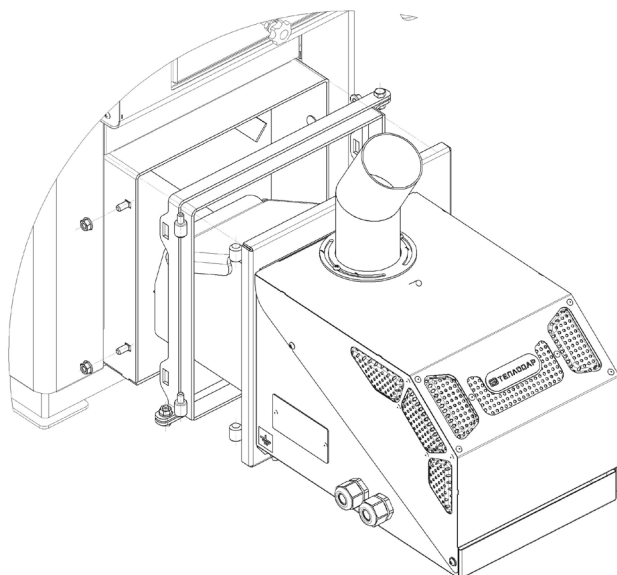

Рис. 2.3
3. Установить переходной кронштейн крепления горелочного устройства и зафиксировать его гайками Рис.2.3.